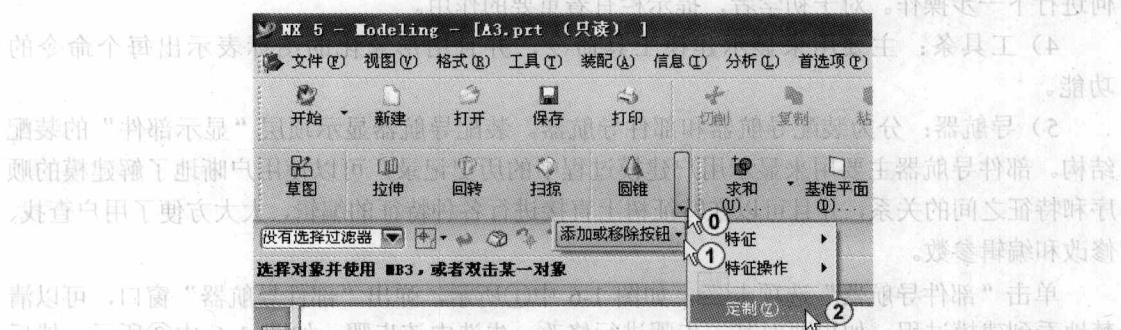
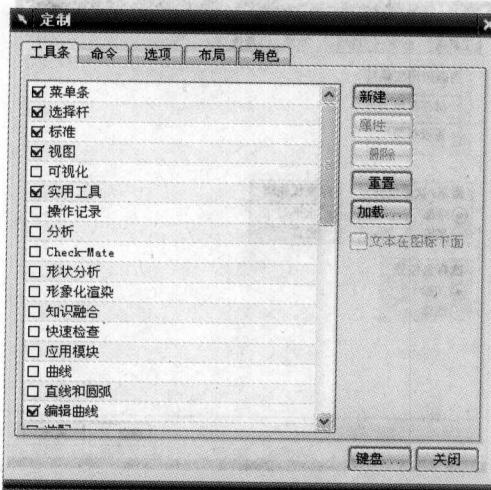

图 1-7 单击“定制”命令进入工具条设定
图 1-8 “工具条”选项卡
1) 单击菜单“工具”→“定制”命令，系统弹出“定制”对话框；也可以在工具条或者工具条空白区单击鼠标右键显示快捷菜单，单击“定制”命令进入工具条设定；或者单击“工具条选项”按钮（小三角），然后单击“添加或移除按钮”，从弹出的菜单里可选择添加或删除工具按钮，也可进入“定制”命令，进行更详细的设置，如图 1-7 中①②③所示。“定制”对话框包含 5 个选项卡，分别是“工具条”、“命令”、“选项”、“布局”和“角色”，如图 1-8 所示。